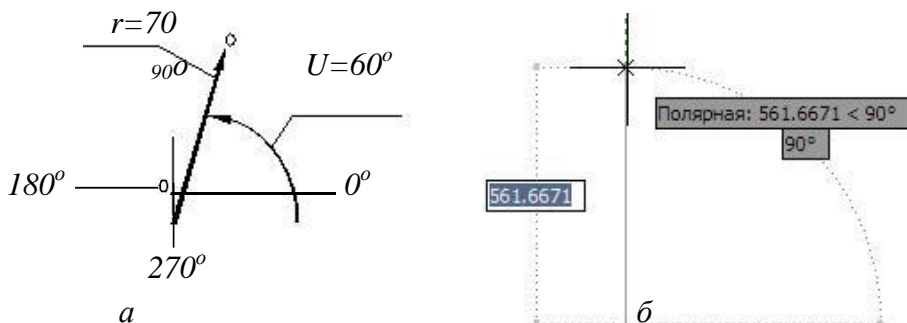

Рис. 1.19. Задание координат точек при использовании полярных координат:
– **полярных** координат r (радиус-вектор); r – расстояние от первоначально заданной точки, U – угол от предыдущей точки, который указывается в градусах против часовой стрелки (рис. 1.19, *а*). Для задания точки необходимо задать угол и набрать с клавиатуры значение расстояния (рис. 1.19, *б*). Запись в командной строке полярных координат следующая: $@r<U$. Пример: $@70<60$ (длина отрезка 70 мм, а угол наклона отрезка к оси X равен 60°);